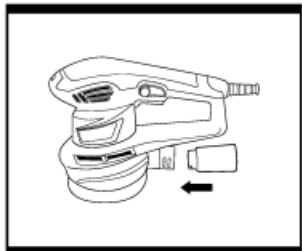

Fig. 4
5. SUJECCIÓN DE LA LIJADORA A UNA ASPIRADORA (Fig. 4)